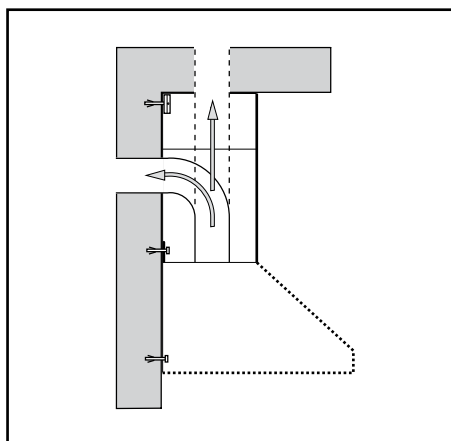

Fig.1
- Lea atentamente la siguiente información relativa a la seguridad durante las operaciones de instalación y mantenimiento. Guarde este opúsculo informativo para ulteriores consultas futuras. El electrodoméstico ha sido proyectado para ser utilizado con la versión **ASPIRANTE** (evacuación del aire hacia el externo – **Fig.1**) o **FILTRANTE** (Optional) reciclaje del aire en el interior.
Fig.1: Quitar los 2 tornillos **E** y hacer bajar la chimenea superior **F** en el interior de la chimenea inferior **G**. Quitar las dos chimeneas **F-G** apoyándolas cuidadosamente en una superficie.